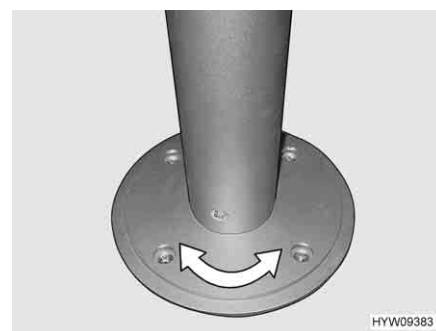

Fig. 81 Piede del tavolo a colonna (girevole)
- Ruotare il piano del tavolo nella posizione desiderata. A tale scopo occorre esercitare abbastanza forza, poiché il piano del tavolo ruota incontrando resistenza di attrito sul piede del tavolo a colonna (Fig. 81).